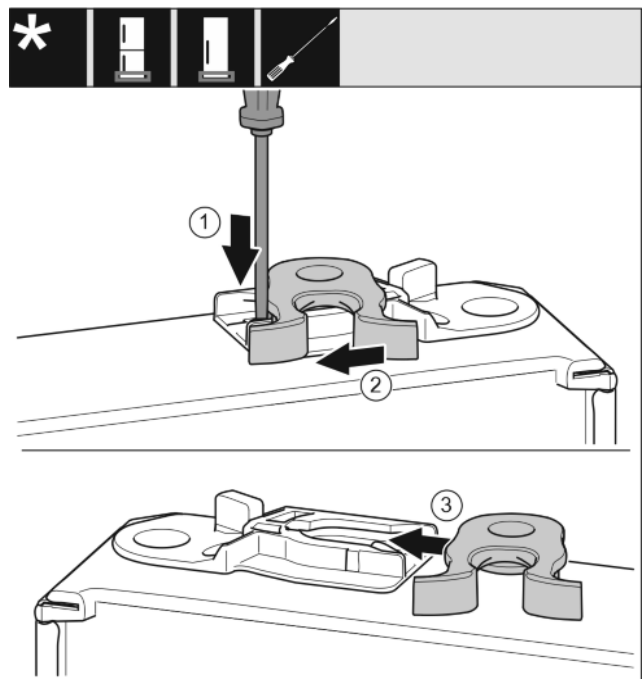

Fig. 16
- ▶ Ravnim odvijačem pritisnite jezičac prema dolje. Fig. 16 (1)
- ▶ Izvucite kuku za zatvaranje iz vodilice. Fig. 16 (2)
- ▶ Gurnite kuku za zatvaranje na drugoj strani u vodilicu. *Fig. 16 (3)*